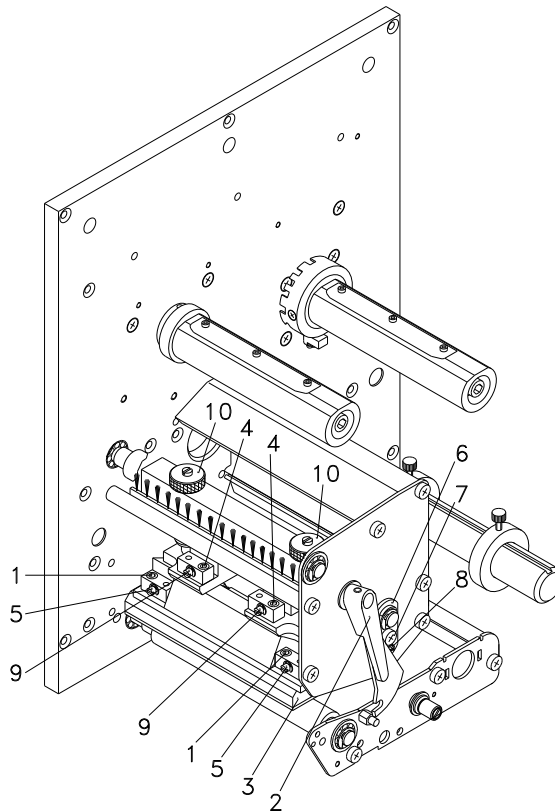

Abbildung 29
1. Schrauben (1 oder 4, Abbildung 29) mit einem Innensechskantschlüssel (SW 2,5) ca. $\frac{1}{4}$ Umdrehung lösen.
2. Parallelität mit den Stellschrauben (5 oder 9, Abbildung 29) einstellen.
4. Schrauben (1 oder 4, Abbildung 29) wieder anziehen.
1. Schraube (7, Abbildung 29) ca. $\frac{1}{4}$ Umdrehung lösen.
2. Exzenterbolzen (8, Abbildung 29) drehen, um einen Druckausgleich zu schaffen und solange nachstellen, bis ein gleichmäßiges Druckbild vorliegt.
3. Schraube (7, Abbildung 29) wieder anziehen.
1. Andruckschrauben (10, Abbildung 29) drehen, um den Druckkopfdruck zu verändern.
2. Drehen der Andruckschrauben (10, Abbildung 29) bis an den Anschlag im Uhrzeigersinn ergibt eine Andruckerhöhung von 10N gegenüber der Werkseinstellung.
3. Drehen der Andruckschrauben (10, Abbildung 29) genau eine Umdrehung vom Rechtsanschlag gegen den Uhrzeigersinn, ergibt die Werkseinstellung.